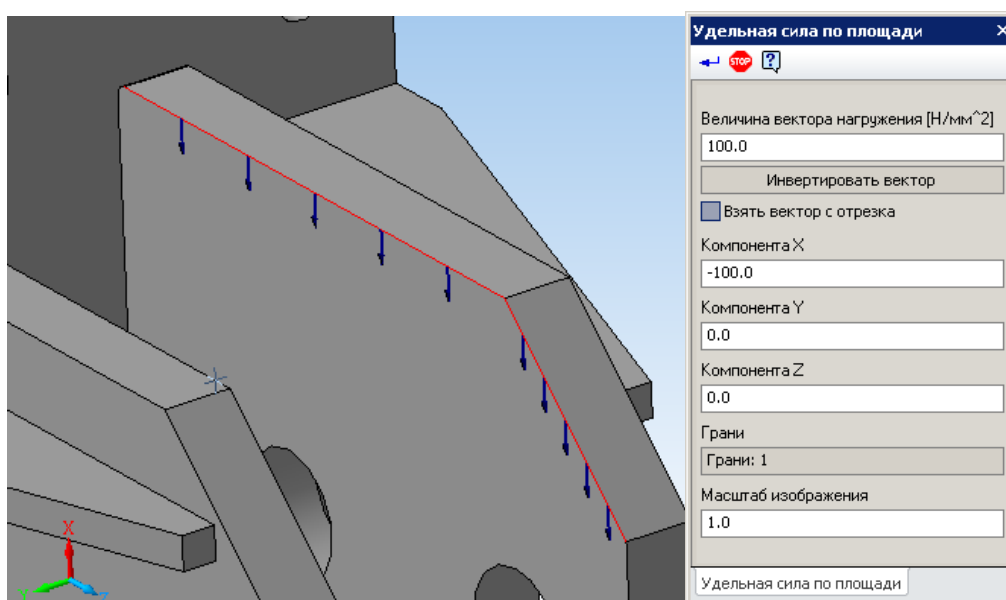

Рис. 2.6 Задание удельной силы по длине.
**Приложить удельную силу по длине** - выбрав данную команду, Вы сможете приложить равномерно распределенную силу к ребру трехмерной модели. Укажите ребра, к которым будет приложена сила (Рис. 2.6).